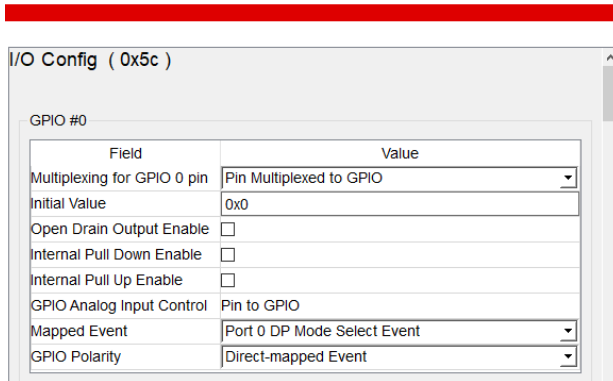

图 63. TPS6598X 系列 GUI 工具
**解決方案：**TI PD 控制器的配置程序十分簡單，所需的編碼程度極低。TPS6598X 系列的終端使用者可下載 TI 應用程式自訂圖形使用者介面 (GUI) 工具，以輕鬆變更配置設定或透過 I2C 與 PD 控制器互動。图 63 是使用 TPS6598X 系列 GUI 工具配置通用輸入/輸出 (GPIO) 設定的螢幕截圖。